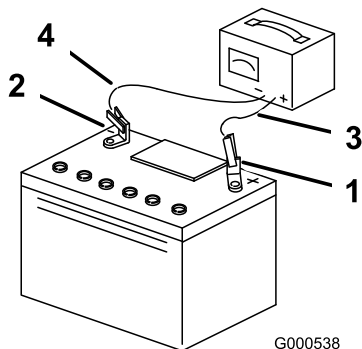

Figure 51
5. Une fois la batterie chargée au maximum, débranchez le chargeur du secteur, puis débranchez les fils du chargeur des bornes de la batterie (Figure 51).